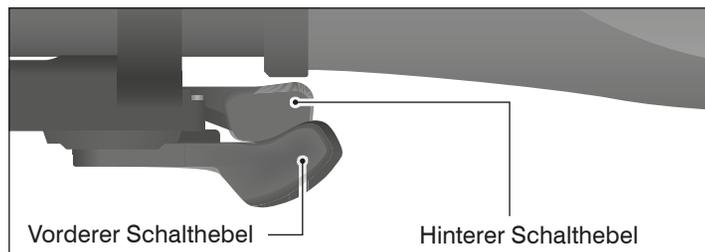

Abb.: B-10 Bedieneinheit auf der rechten Seite des Lenkers zum Schalten der Zahnkränze.
- Um am Zahnkranz einen Gang runterzuschalten, drücken Sie auf der rechten Seite des Lenkers den vorderen Schalthebel bis er das erste Mal einrastet (siehe *Abb.: B-10*).